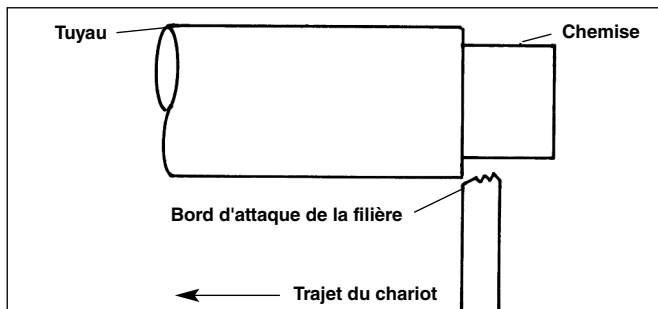

Figure 6 – Filières à fleur du tuyau
4. Déplacez le chariot afin d'amener le bord d'attaque des filières à fleur de l'extrémité du tuyau (Figure 6).